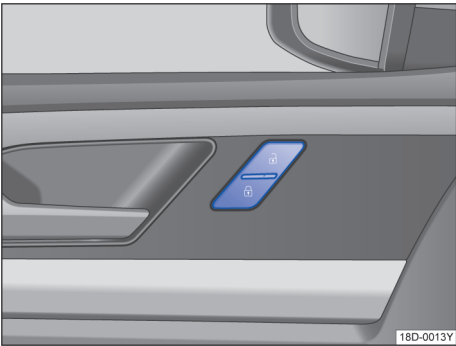

图 22 驾驶员侧车门内：中央门锁按钮
如短时间内反复按压汽车钥匙上的按钮→图 21 或中央门锁某个按钮→图 22，则中央门锁系统将暂时关闭，防止系统过载。然后汽车处于解锁状态约 30 秒钟。在此期间，若未打开车门或行李厢盖，随后汽车将自动闭锁。◀
按压按钮→ 图 22：
- 按压  按钮→ 图 22